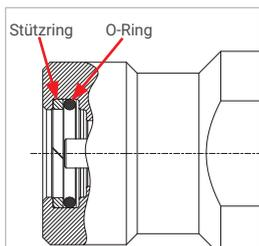

Abbildung 6
- ▶ Kontrollieren Sie vor dem Einsetzen des Nippleinsatzes (Pos. 7) die beiden Dichtelemente (O-Ring und Stützring, *Abbildung 6*) auf korrekte Einbaureihenfolge, richtigen Sitz und Beschädigung.